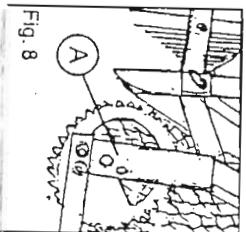

Fig. 8
2. Contrôler les supports du rouleau (fig. 8 - réf. A).
2. Die Walzenhaltungen schmierern (fig. 8 – punkt A);